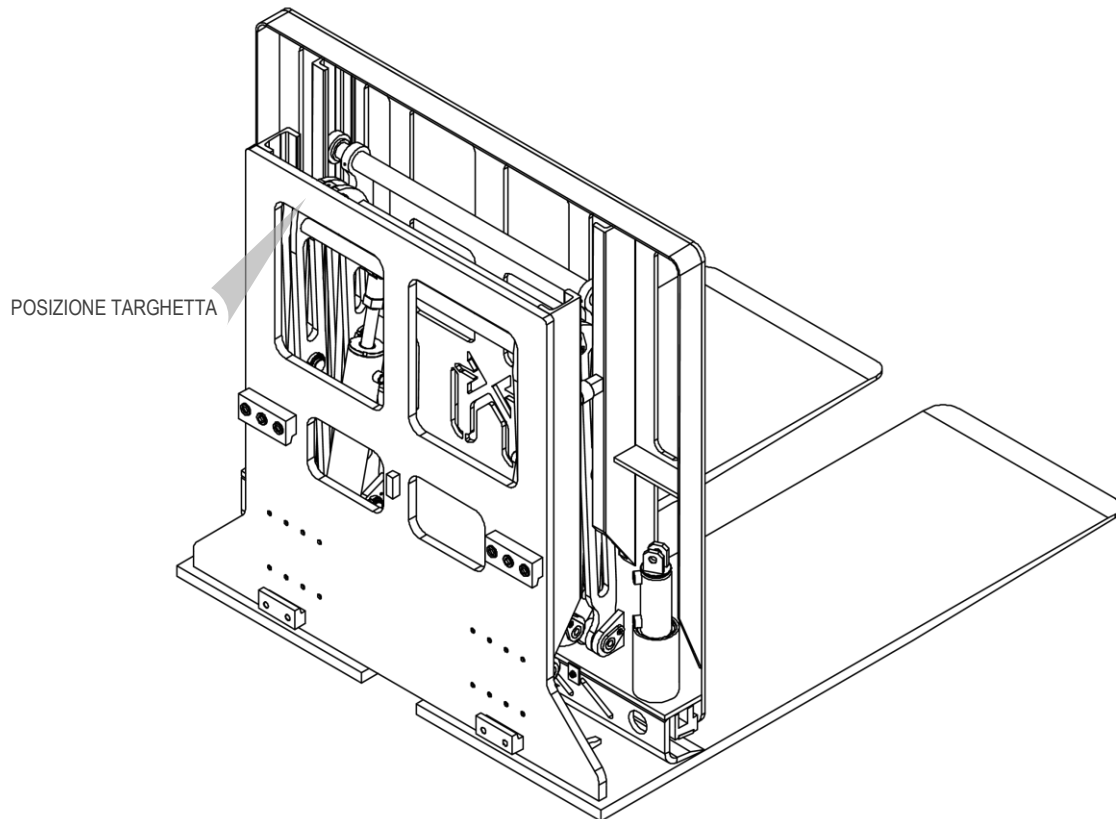

Figura 1
Tutte le attrezzature A.T.I.B. – “PUSH-PULL CON RECUPERATORE E ESPULSORE FOGLI TIPO 505 | PUSH-PULL INFORCABILE CON RECUPERATORE E ESPULSORE FOGLI TIPO 505i | SPINTORE TIPO 490” vengono identificate mediante targhetta adesiva (vedi *Tabella 1*) posizionata sull’attrezzatura (vedi *Figura 1*, la posizione della targhetta è identificativa potrebbe variare in funzione dell’attrezzatura). Fare sempre riferimento al numero di matricola.
5. Per la movimentazione utilizzare cinghie o catene opportunamente dimensionate rispetto al peso dell'attrezzatura indicato in targhetta (vedi *Figura 1* e *Tabella 1* a pag.7).
9. Collegare il circuito idraulico, assicurandosi che la pressione di esercizio delle tubazioni sia superiore o uguale a quella indicata sulla targhetta di identificazione (vedi *Figura 1* e la *Tabella 1* a pag.7).
8. Collegare il circuito idraulico, assicurandosi che la pressione di esercizio delle tubazioni sia superiore o uguale a quella indicata sulla targhetta di identificazione (vedi *Figura 1* e la *Tabella 1* a pag.7).